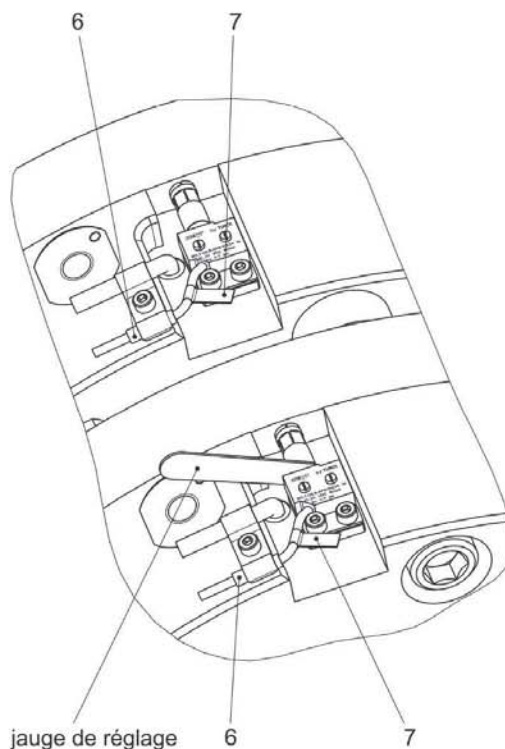

Fig. 2
- Placer l'interrupteur de proximité (1) complet avec plaque de fixation et visser légèrement avec deux vis à tête cylindrique (2) à travers la cale (3), de façon à pouvoir encore déplacer l'interrupteur de proximité (1).
- Relever la cote pour la jauge de réglage sur l'étiquette (7) du câble de l'interrupteur et introduire la jauge de réglage appropriée entre l'interrupteur de proximité (1) et le boulon (4) (fig. 2).